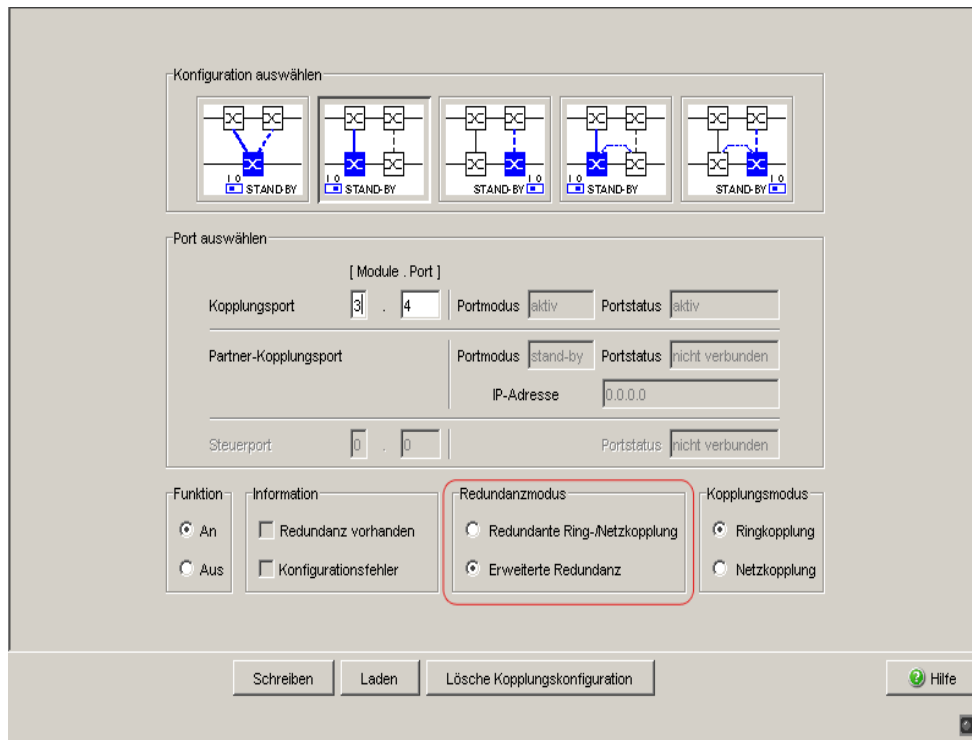

Abb. 33: Zwei-Switch-Kopplung: Redundanzmodus auswählen
- Wählen Sie im Rahmen „Redundanzmodus“ (siehe Abbildung 33)